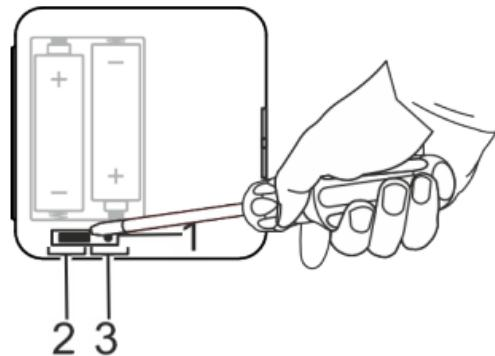

Abb. 8: Kurzschlussbrücke anheben
2. Die Kurzschlussbrücke (Abb. 8/1) im Gehäusedeckel mit einem Schlitzschraubendreher anheben.
3. Die Kurzschlussbrücke (Abb. 8/1) auf die 2-Punkt-Position (Abb. 8/2) stecken.